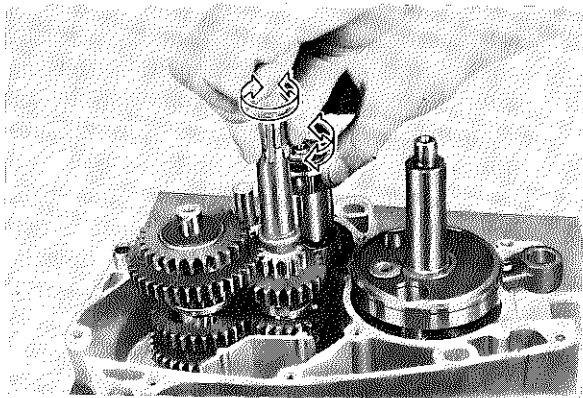

Fig. 3-4-5
4. Check to see that all parts move freely prior to installing right case half. Check for correct transmission operation and make certain that all loose shims are in place. (Fig. 3-4-5)
4. Contrôler le mouvement de toutes les pièces avant de poser la moitié droite du carter. S'assure du bon fonctionnement du changement de vitesse, et vérifier si toutes les cales sont bien en place. (Fig. 3-4-5)
4. Vor dem Anbringen der rechten Gehäusehälfte ist zu prüfen, ob sich alle Teile frei bewegen. Funktionstüchtigkeit des Getriebes prüfen und darauf achten, daß alle losen Beilegescheiben richtig positioniert sind. (Fig. 3-4-5)